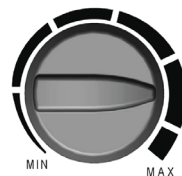

FIG. 4
- Rumtemperaturen kan stilles inn med reguleringsknappen (Fig. 4). När den förhåndsinnstillede temperaturen er oppnådd, vil termostaten slå av varmeelementene automatisk. Viften fortsetter å gå, og beskytter dermed enheten mot overoppheting. Hvis temperaturen faller under den forhåndsinnstilte verdien, slår systemet automatisk på varmeelementene igjen.